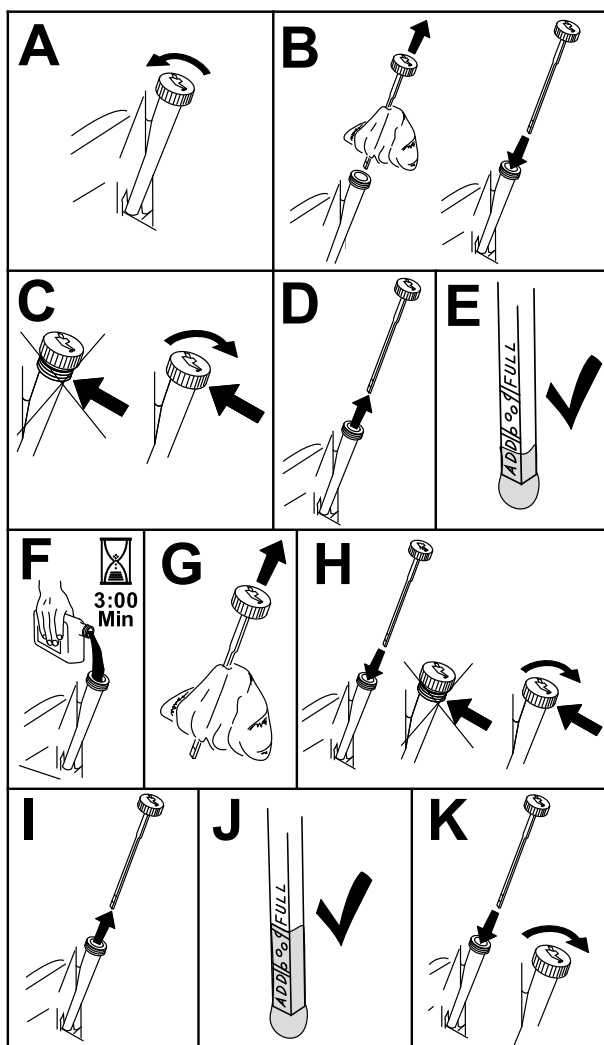

Figura 46
3. Para manter a sujidade, as aparas de relva, etc., fora do motor, limpe a área em torno da tampa de enchimento e vareta antes de a remover (Figura 46).